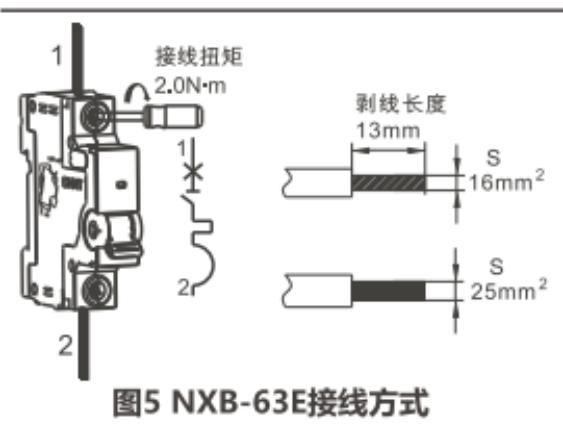

图5 NXB-63E接线方式
5.4 适用于铜导线连接，导线选择见表2，接线方式及剥线长度示意如图5。